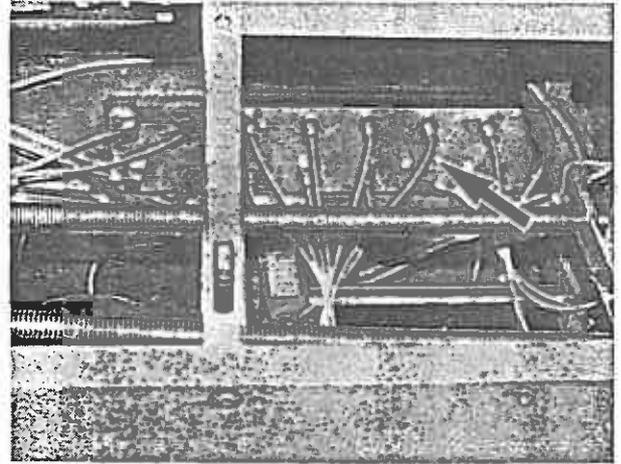

Bild 42
1. Prüfen, ob alle Schmierleitungen knickfrei verlegt und ordnungsgemäß angeschlossen sind (Bild 42/Pfeil), ggf. Fehler beheben.